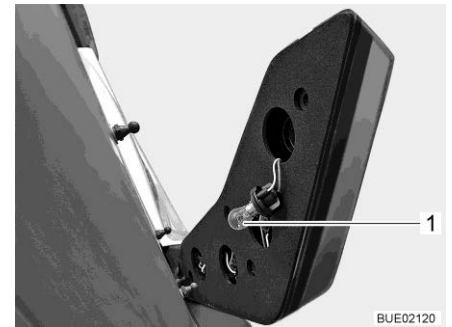

Fig. 294 Feu arrière
- Saisir le côté arrière du boîtier par le trou. Faire tourner la douille (Fig. 294,1) (fermeture à baïonnette) et l'extraire. Le feu stop est illustré comme exemple.